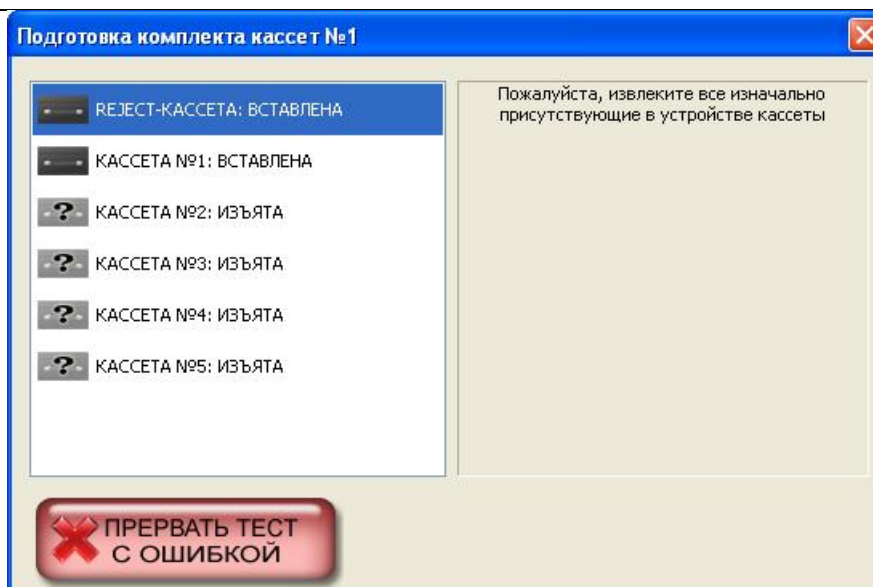
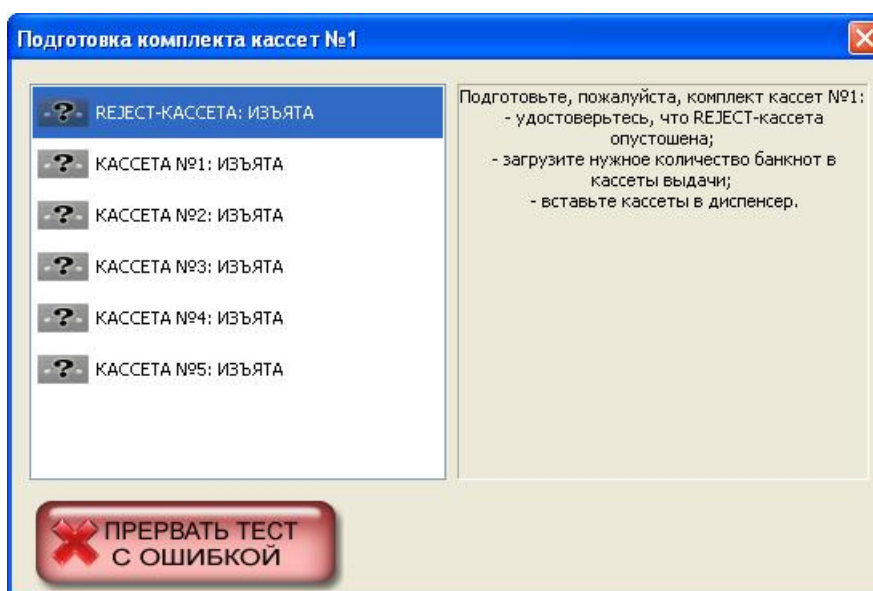

Рисунок 3.35 – Запрос на изъятие всех кассет
Рисунок 3.36 – Подготовка первого комплекта кассет
2. Разблокируются все кассеты, проверяется работоспособность датчиков наличия кассет: при вставленных кассетах, при извлечённых кассетах (**Рисунок 3.35, Рисунок 3.36**).